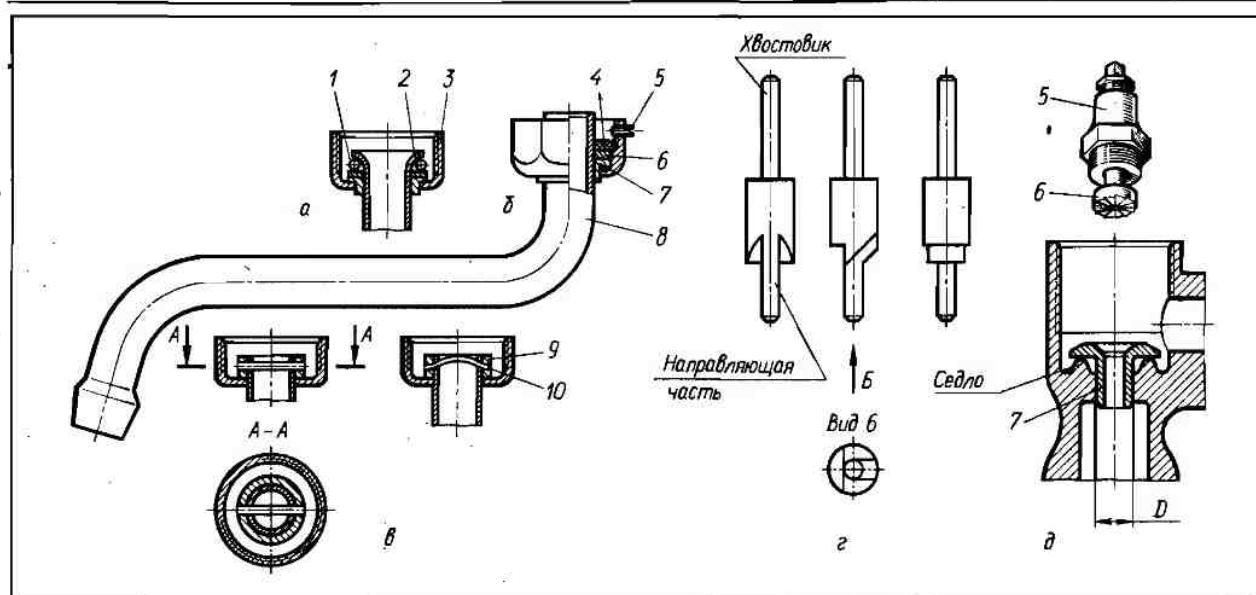

Рис. 20. Ремонт изливов:
почти равномерно соскребаем слой с вершины седла, находящийся выше канавки. Продолжаем это до тех пор, пока канавка не исчезнет. 3. Если глубина канавки 1 мм и более, то для ее уничтожения можно воспользоваться электродрелью и специальным сверлом (рис. 20, г). Такое сверло не продают в магазинах. Его вытачивают на токарном станке с последующей обработкой вручную и закалкой. Латунь, из которой изготовлена боковина, — совсем не мягкий материал и поэтому чем большей твердостью будут обладать кромки сверла, тем быстрее выведете канавку в седле. Для изготовления специального сверла необходимо использовать быстрорежущую сталь. Из нее можно изготовить лишь рабочую часть сверла, а хвостовик и направляющую часть — из любой стали.
4. Можно самостоятельно изготовить фрезу на базе корпуса 5 (рис. 20, д) вентильной головки. Из него выворачивают шток и вместо него вставляют безрезьбовой хвостовик фрезы 6. При возможности лучше внутреннюю резьбу корпуса сточить, чтобы хвостовик фрезы центри-
Если на накидной гайке 3 (рис. 20) есть стопорный винт 5, немного выкрутите его, отверните накидную гайку и снимите трубку 8. Для замены прокладки 4 подберите листовую резину средней твердости тол-
Надев на трубку 8 накладную гайку 3, кольцо 7, латунную шайбу 6, развалицуйте конец этой трубы (рис. 20, а). Развальцевать конец можно на краю металлического массивного предмета, имеющего угол в 90°, например, тисков, верстака или кувал-
Поэтому следует стремиться закрепить кольцо в первоначальном положении штифтом. Он должен быть по длине больше, чем диаметр кольца, чтобы концы штифта можно было расклепать (рис. 20, а) или выгнуть середину штифта (рис. 20, б). Отверстия под штифт
При ремонте излива иногда можно заменить резиновую прокладку 4 (рис. 20, б)